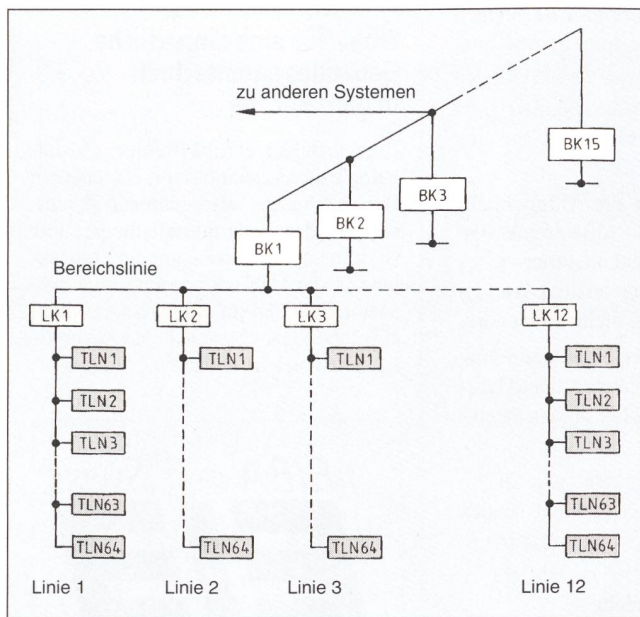

Bild 3 Systemaufbau des EIB-Installationsbusses
An eine Buslinie können bis zu 64 EIB-Geräte als Teilnehmer angeschlossen werden, 12 solcher Linien lassen sich zu einem Funktionsbereich zusammenfassen und 15 Funktionsbereiche ergeben eine Funktionseinheit (Bild 3). Somit können 11 520 Teilnehmer ohne Einschaltung einer Zentrale miteinander kommunizieren. Das ganze System kann über Schnittstellen auch an ein übergeordnetes, fremdes Leitsystem angekoppelt werden. Für übergeordnete Funktionen lassen sich Anwendungskontrollen (AK) einsetzen. Mit diesen Geräten erschliessen sich weitere Funktionen, wie